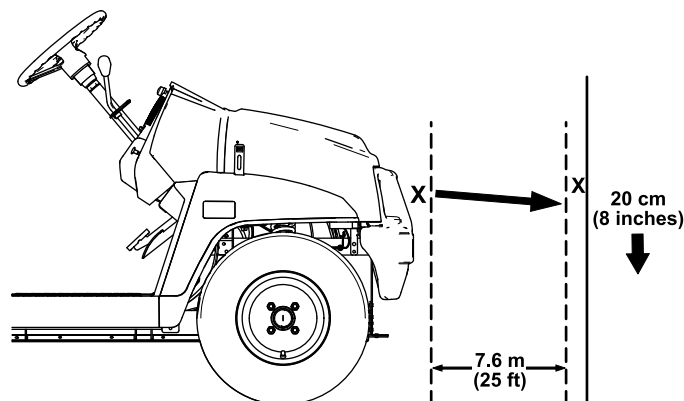

Figure 53
- Garez la machine sur une surface plane et horizontale avec les phares à environ 7,6 m (25 pi) devant un mur (Figure 53).
La partie la plus brillante du faisceau doit se trouver 20 cm (8 po) en dessous du repère que vous avez fait sur le mur (Figure 53).